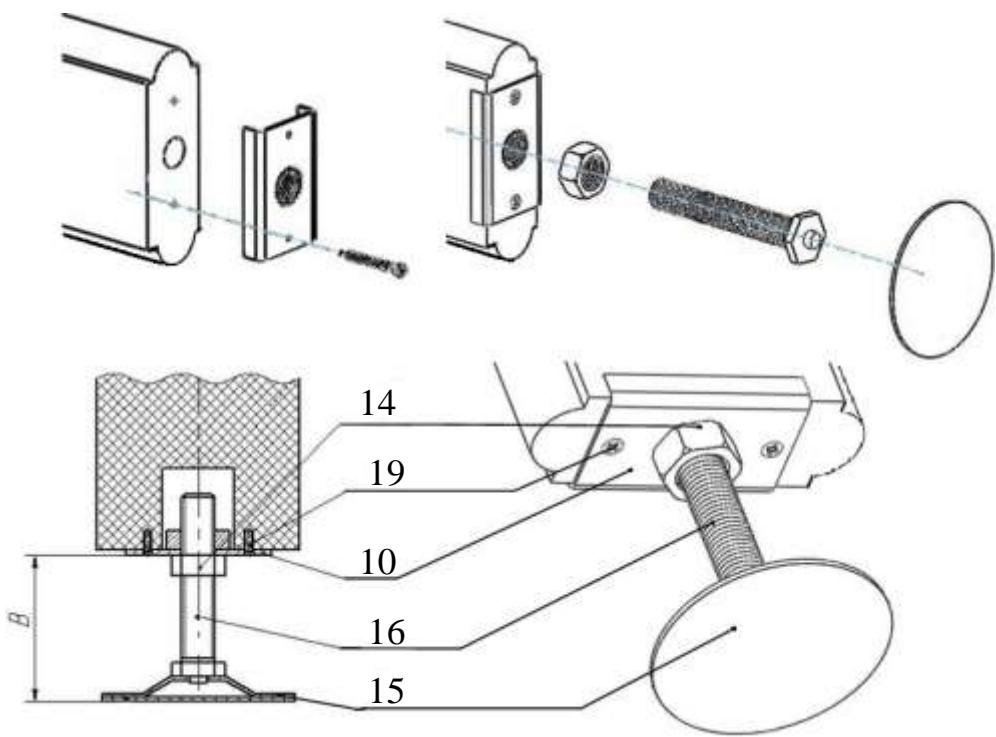

рисунок 3
2) правильность установки винтовых домкратов и размер «В», который не должен превышать 70 мм (рисунок 3).